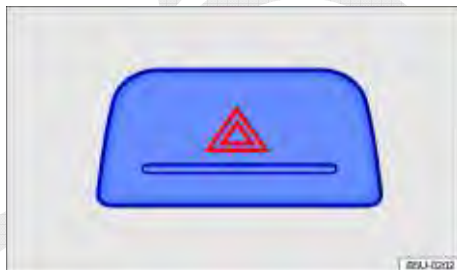

Fig. 146 Na parte superior do console central: interruptor das luzes de advertência.
2. Ligar as luzes de advertência com o interruptor  ⇒ Fig. 146.
As luzes de advertência também podem ser desligadas ao pressionar o interruptor  no painel de instrumentos ⇒ Fig. 146.